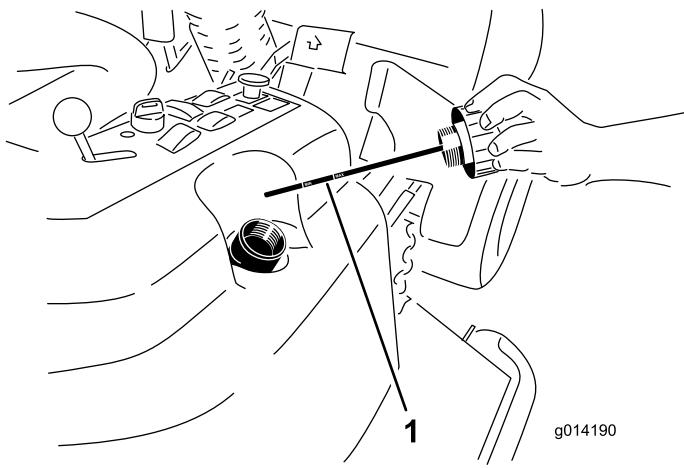

Figura 42
- Retire el tapón de llenado de aceite hidráulico (Figura 42) del cuello de llenado.
- Retire la varilla y límpiela con un paño limpio (Figura 42).
- Introduzca la varilla a fondo en el cuello de llenado; luego retírela y compruebe el nivel del aceite (Figura 42).